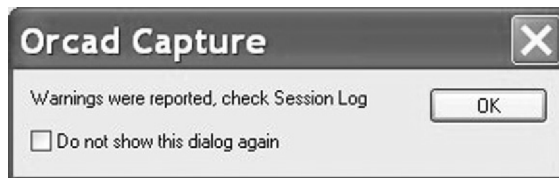

图 3.17 警告信息
6. 删除接地符号，然后重新对电路进行仿真。将会看到如图 3.17 所示的警告信息对话框，以提示仿真人员对状态记录进行检查。
8. 在如图 3.17⊖所示的警告信息对话框中单击 **OK** 按钮，运行 PSpice 仿真。